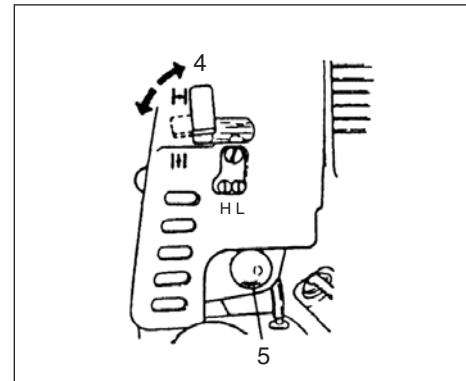

Fig.2-3
*Presser la poire d'amorçage (5) (Si la machine en est munie) à plusieurs reprises pour que le carburant puisse s'écouler de la poire dans le tuyau de retour (Fig. 2-3)
3. Régler la manette du starter sur la position fermée (4). (Fig. 2-3)